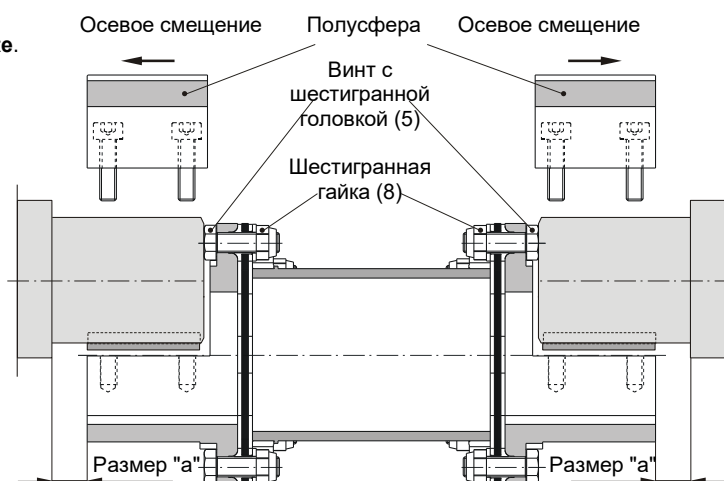

Рис. 8
Для Типа 951.8_ радиальный монтаж возможен только в том случае, если полусфера сдвигается в осевом направлении на мин. расстояние "а" (Рис. 8 / Таблица 8).
- c) Муфту подвести сверху на вал и предварительно соединить ее с соответствующей половиной сплит-втулки (Рис. 8).